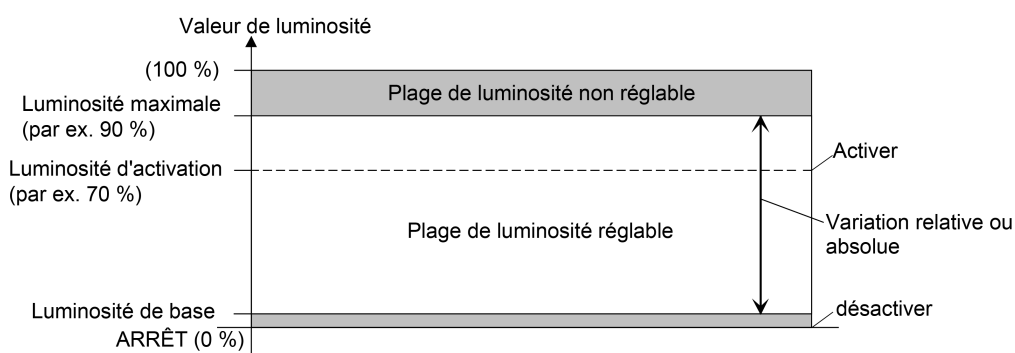

Figure 12: Exemple d'une plage de luminosité avec luminosité de base
- Définition de la limite de luminosité inférieure avec luminosité de base (figure 12) :